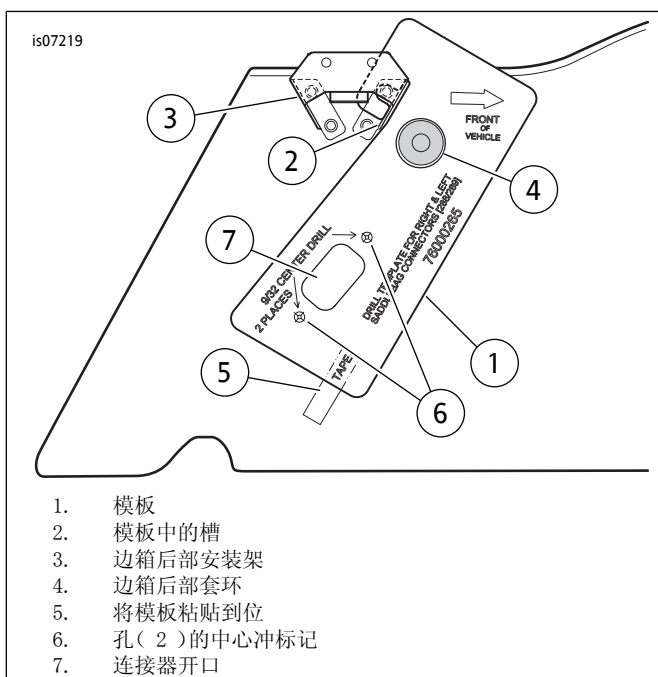

图2. 边箱钻孔(用于12路面板安装式连接器)
4. 参见图2。将模板(1)的槽(2)挂至边箱后部安装架(3)上。将模板上的孔对准后部套环(4)。按照图示(5)用胶带将模板粘贴到位。